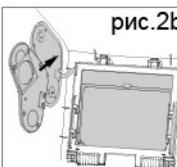

рис.2b
- Внутренняя часть внешнего корпуса контроля должна быть помещена в положение указанное на рис.2b и установлено согласно картинки 2b. Осторожно надавите на внешнюю часть корпуса управления, чтобы он отлично сел в маску.